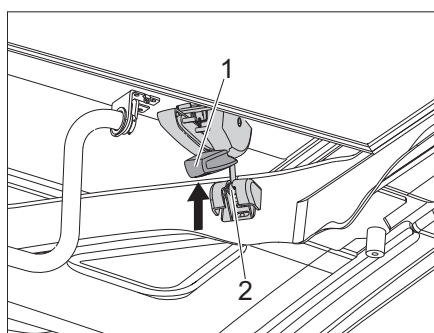

Figure 52 Serrer le verrouillage
- ▷ Avant le trajet, vérifier que les crochets de verrouillage des dispositifs de verrouillage (Figure 52,1) à gauche et à droite sont correctement tendus. Si nécessaire, ajuster le verrouillage selon les instructions du fabricant SCA.
- Pousser le boulon (Figure 52,2) dans le support.
- Appuyer sur les systèmes de verrouillage (Figure 52,1) à gauche et à droite vers le haut.
- Vérifier que le boulon (Figure 52,2) n'a pas de jeu.